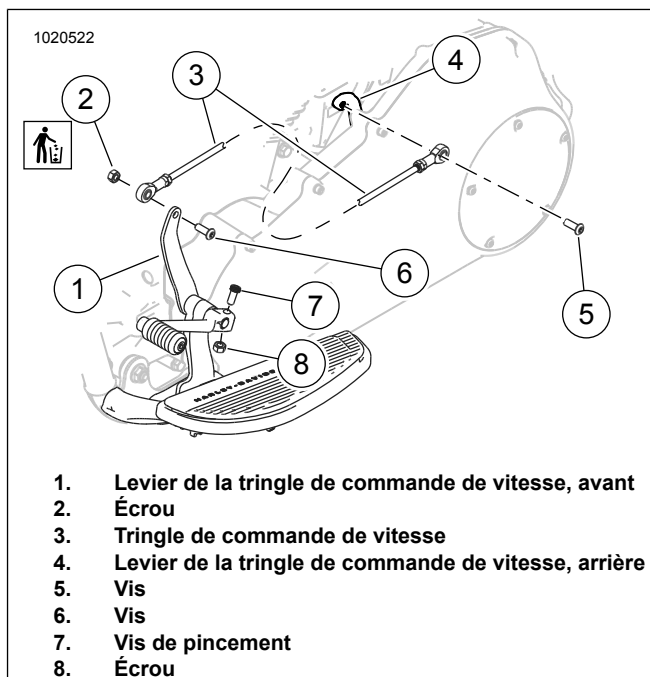

Figure 2. Tringlerie de changement de vitesse : Modèles de commande avant
1. Voir la Figure 2. Retirer la vis pour libérer la tringlerie du levier de la tringle de levier de commande avant (1).
- a. Retirer la vis de pincement (7) et l'écrou (8).
1. Voir la Figure 2.
- a. Installer le levier de la tringle de commande de vitesse (1) et l'arbre.
- c. Installer la vis de pincement (7) et l'écrou (8). Serrer.